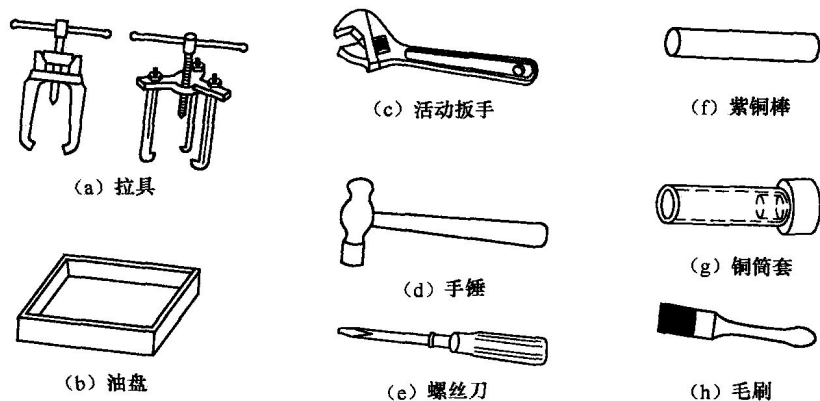

图 1.1.3 电动机拆卸常用工具
(1) 准备好拆卸场地及拆卸电动机的专用工具,如图 1.1.3 所示。